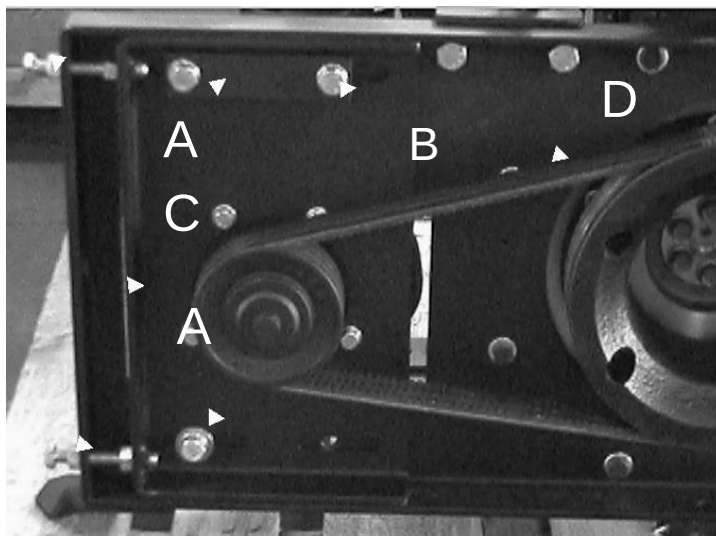

Fig. 26
Pentru a modifica tensiunea curelei procedați după cum urmează (Fig. 26).
- Slăbiți cele trei șuruburi (partea B fig.26).
- Prin strângerea piulițelor (partea A fig. 26), suportul compresorului și scripetele aferent compresorului tind să se distanțeze de motorul scripetelui; această mișcare tinde să strângă centurile.
- Prin slăbirea piulițelor (partea A fig. 26) scripetele compresorului tinde să se apropie de scripetele motorului, slăbind astfel curelele. Dacă acest lucru nu se întâmplă după slăbirea piulițelor va fi necesar să ajutați suportul compresorului folosind un element de pârghie
2. Slăbiți șuruburile (partea. B fig.26)
3. Slăbiți piulițele de reglare a tensiunii curelei (partea. A fig. 26)
4. Folosind o pârghie împingeți suportul compresorului (partea. C fig. 26) către motorul scripetelui până când acestea pot fi ușor scoase din canelurile scripetelui. În cazul în care îndepărtarea este încă dificilă, slăbiți un pic mai mult piulițele de reglare (partea. A fig. 26)
5. Extrageți curelele de transmisie (partea. D fig.26)